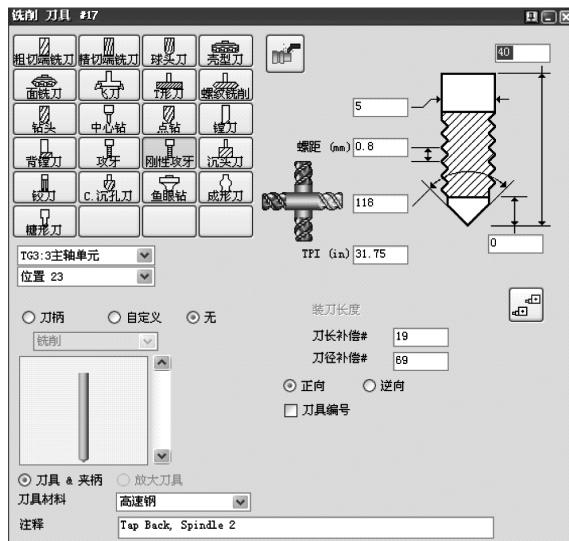

图 5-60 铣削刀具#17
18) 在#17 的位置创建铣削刀具, 如图 5-60 所示。